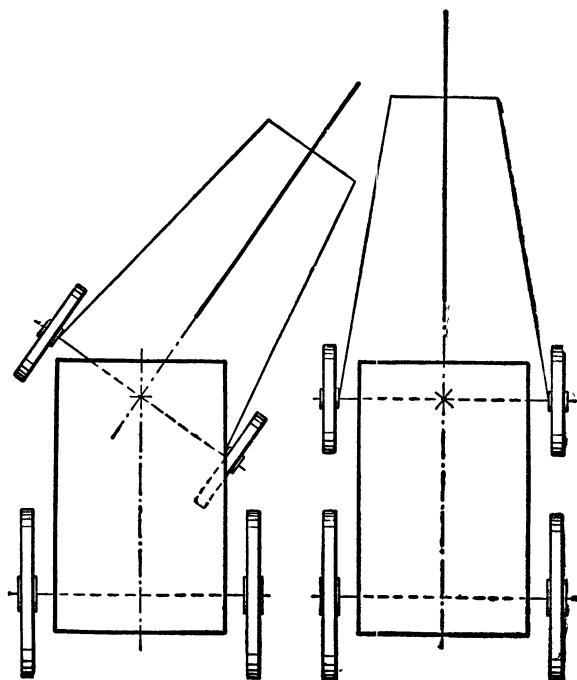

Рис. 161. Поворот передней оси на шкворне.
3. Повернув передок телеги до упора колёс в кузов, измерьте угол поворота изучаемой вами телеги (см. рис. 161).